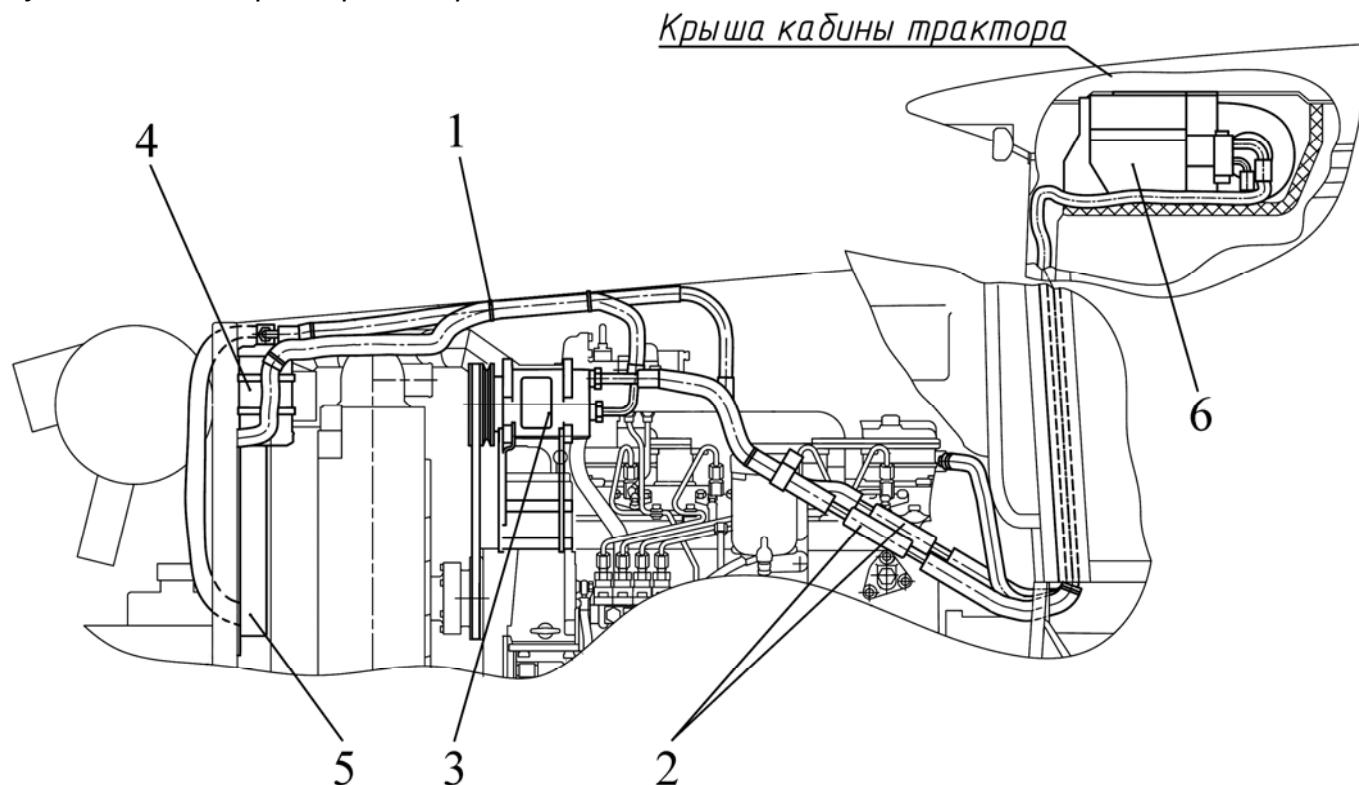

Рисунок 7.16 Демонтаж кондиционера.
1) демонтируйте манжеты 80-3723045-01 (1) (**рисунок 7.16**), которыми шланги кондиционера закреплены к деталям трактора;
2) при наличии комплекта быстроразъёмных соединений БРС-81 (2) произведите расстыковку контура охлаждения, используя гаечные ключи «S29» и «S30». Предохраняя от раскручивания штуцеры (фитинги) шлангов кондиционера, демонтируйте компрессор (3) фильтр-осушитель (4) и конденсатор (5). Фильтр-осушитель (4) демонтируется посредством ослабления крепящих его хомутов. Для демонтажа конденсатора (5) отверните четыре гайки крепления к кронштейнам.